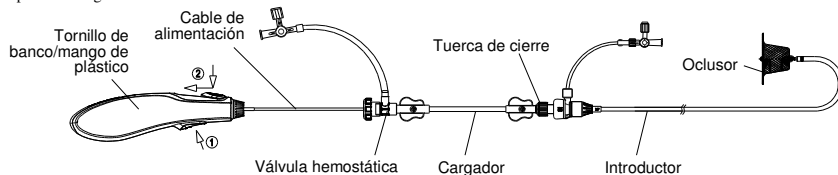

Figura 7. Ilustración de la liberación del ocluidor
- Sostenga el introductor para tocar el cono del ocluidor y tire del cable suavemente hacia atrás hasta que se separe del ocluidor. Por último, retire el cable de administración y el introductor del paciente. (Consulte la **Figura 7**).